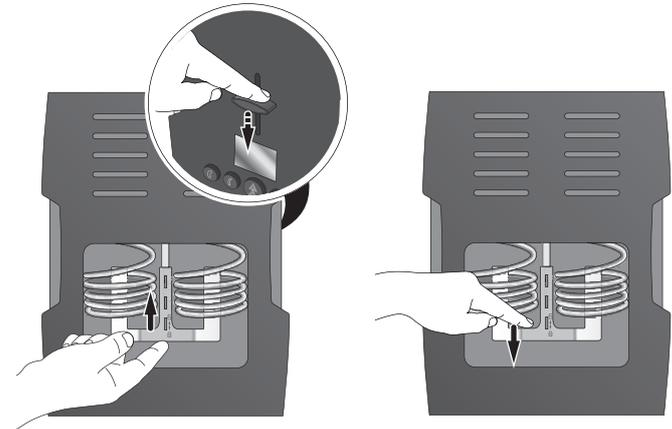

Abb. 10: (a) Wurstauflage entnehmen (b) Wurstauflage einsetzen
- Entnehmen Sie die Wurstauflage (Abb. 10 a): Fixieren Sie dazu den Schieber der Wurstauflage und heben Sie den oberen Winkel an der Wurstauflage an. Sie können die Wurstauflage nun entnehmen.
10. Setzen Sie die Wurstaufgabe wieder ein (Abb. 10 b). Führen Sie dazu die Flügel der Wurstaufgabe von unten in die Heizspiralen ein. Arretieren Sie die Wurstaufgabe, indem Sie die Rastnasen am Heber in die Aussparungen an der Wurstaufgabe einsetzen. Ziehen Sie die Wurstaufgabe nach unten. Kontrollieren Sie den festen Sitz der Wurstaufgabe.